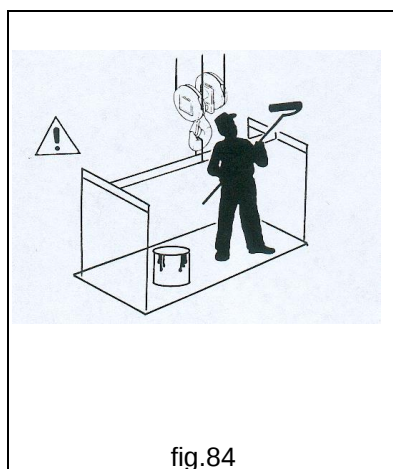

fig.84
- **MAI** usare la gru per servizi diversi da quelli a cui è destinata, evitarne l'uso per altre operazioni come ad esempio imbiancatura soffitti, sostituzione lampade, manutenzione ad impianti, ecc. (fig.84).